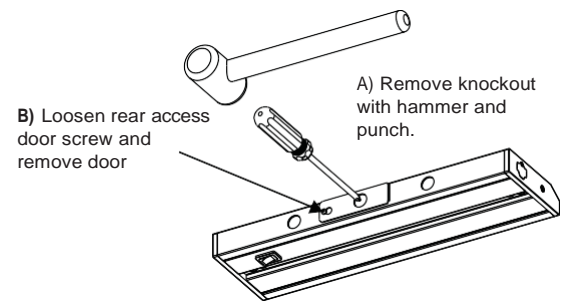

Fig. 1
**A) Rear access door knockout (Fig. 1)**